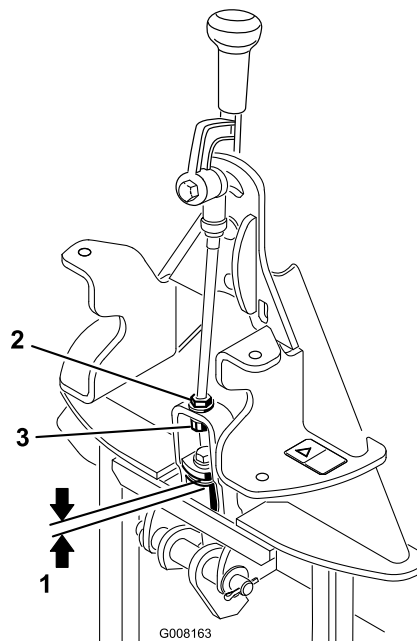

Figura 5
2. Meça a folga entre a anilha superior e o espaçador do conjunto articulado no adaptador de acessórios, como se indica na Figura 5.